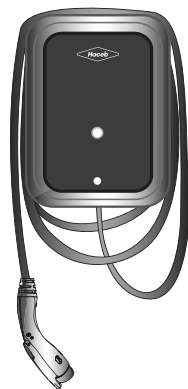

Figura 7.
3. Enrolle el cable del conector alrededor de la estación de carga y asegúrese de que el conector no se arrastre. **Figura 7.**